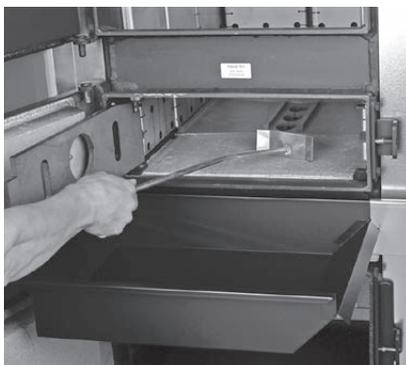
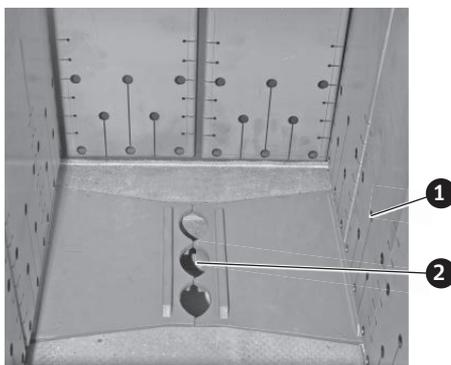

Fig. 8 Accrocher le tiroir à cendres, vider les cendres
Fig. 9 Foyer, trous des tôles suspendues, ouverture de combustion
- ▶ **Accrocher le tiroir à cendres** au niveau de la porte d'allumage (porte du milieu) dans l'habillage – Fig. 8.
- ▶ Ouvrir la porte d'allumage et la grille verticale et répartir **uniformément** les **cendres restantes** dans le foyer (Fig. 8). Vérifier que **les trous** dans les parois latérales suspendues **et l'ouverture de combustion** (Fig. 9) pour s'assurer qu'ils ne sont **pas bouchés**.